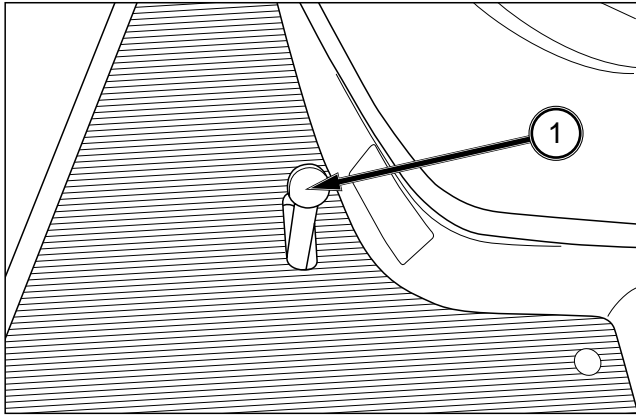

FIG. 3-15
FIG. 3-15 : Lorsque l'on appuie sur la pédale de blocage de différentiel (1), les deux ponts arrière sont bloqués l'un par rapport à l'autre pour donner une traction égale sur les deux roues arrière. Ceci est particulièrement important lorsque vous travaillez sur un sol meuble ou glissant.